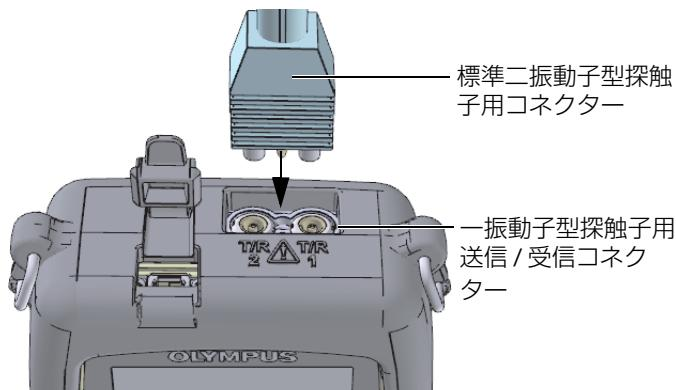

図 5-1 探触子の接続
1. 45MG 本体の上部にある送信 / 受信探触子コネクターに探触子を差し込みます（54 ページの図 5-1 を参照）。一振動子型探触子を使用する場合は、T/R 1 のみを使用します。